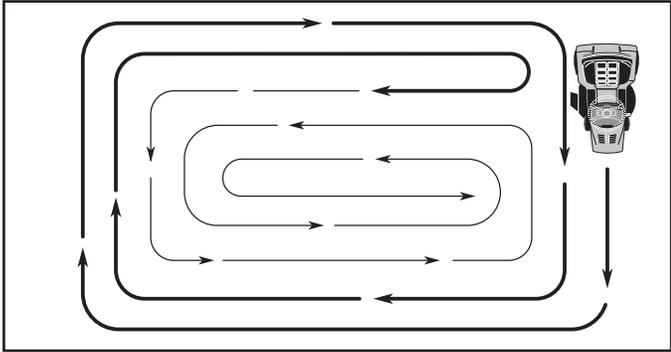

FIG. 10
8. Avancez le tracteur de 150 cm (5 pieds) approximativement et ensuite, reculez de 150 cm (5 pieds). Répétez ce procédé de conduire trois (3) fois.
- Pour tonder une grande surface, on vous conseille de commencer par tourner à droite, de façon à ce que l'herbe ne soit pas déversée sur les arbustes, les clôtures, les allées, etc. Après un ou deux tours, tondez en sens inverse en tournant à gauche jusqu'à ce que le travail soit achevé (Voir la Fig. 10).